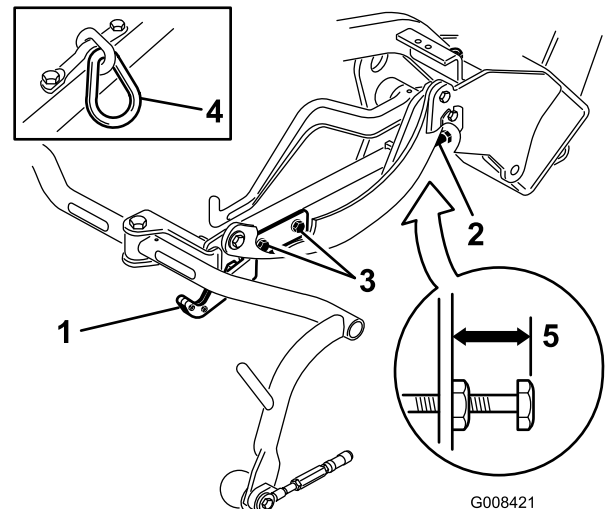
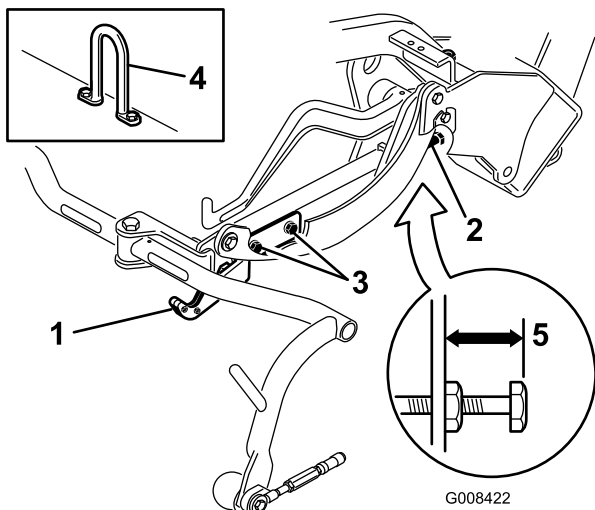
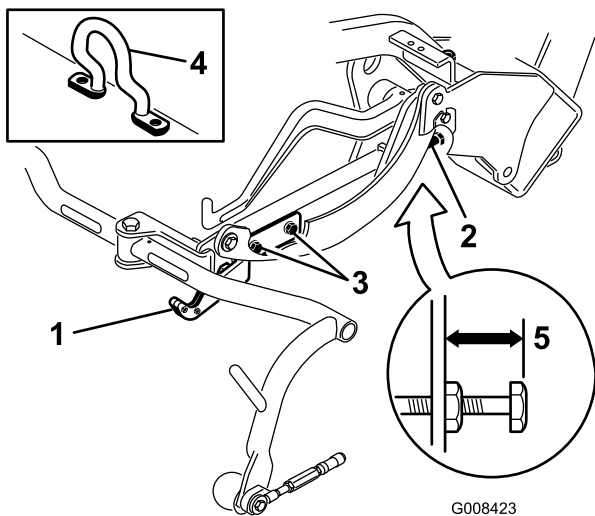

Bild 19
Bild 20
Bild 21
Prüfen Sie die Transporthöhe (Bild 19 und Bild 20) und stellen sie ggf. ein.
- An Mähwerken, die ein Kettenglied oder einen geraden Hubhaken haben (Bild 19 & Bild 20, Einsätze) müssen Sie darauf achten, dass der Abstand von der Oberkante der Einstellschraube am Trägerrahmen bis zur Rückseite des Trägerrahmens 22 mm beträgt. Sollte der Abstand nicht 22 mm sein, gehen Sie auf Schritt 4. Wenn das Mähwerk mit einen Versatzhublenker (Bild 21) ausgestattet ist, gehen Sie auf den nächsten Schritt.
3. An Mähwerken, die einen Versatzhubhaken haben (Bild 21, Einsatz) müssen Sie darauf achten, dass der Abstand von der Oberkante der Einstellschraube am Trägerrahmen bis zur Rückseite des Trägerrahmens 25 mm beträgt. Sollte der Abstand nicht 25 mm sein, gehen Sie auf Schritt 4.
4. Lockern Sie die Befestigungsschrauben an der Transportplatte (Bild 19, Bild 20 und Bild 21).
- Wenn die Trägerrahmen nicht dieselbe Höhe aufweisen, lösen Sie die Klemmutter an der Einstellschraube des Trägerrahmens (Bild 19, Bild 20 und Bild 21). Drehen Sie die Schraube raus, um den Trägerrahmen anzuheben, oder drehen Sie die Schraube rein, um ihn abzusenken. Ziehen Sie die Klemmutter fest, wenn Sie die richtige Höhe eingestellt haben.